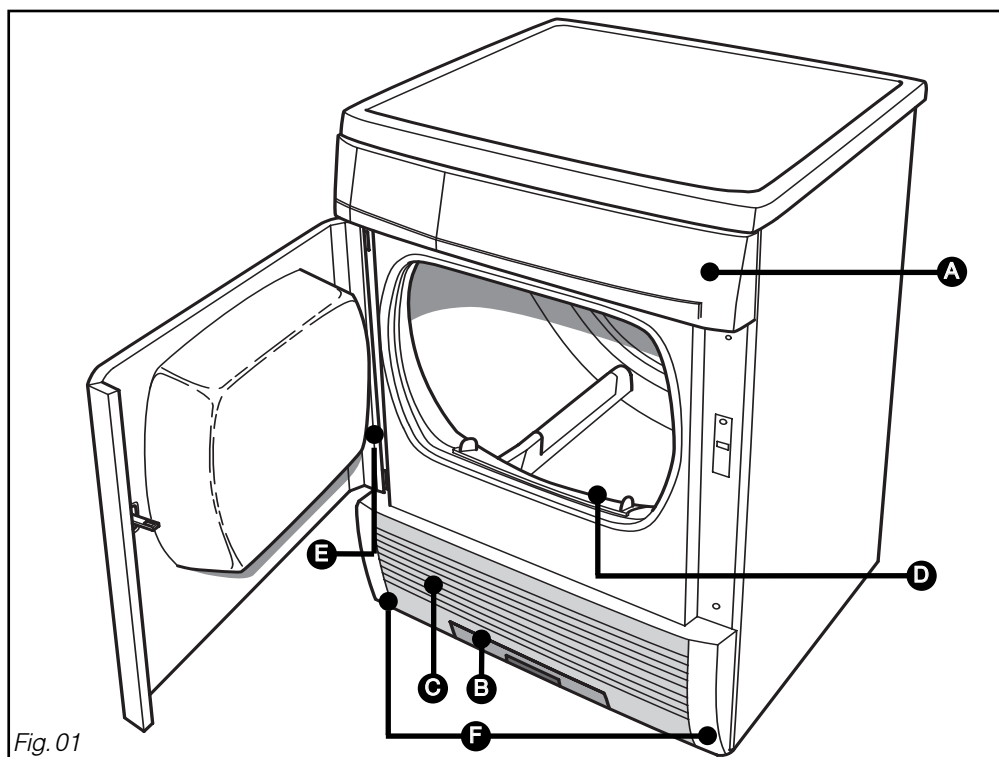

Fig. 01
- Contrôlez que le filtre est dans son logement (Fig.01).